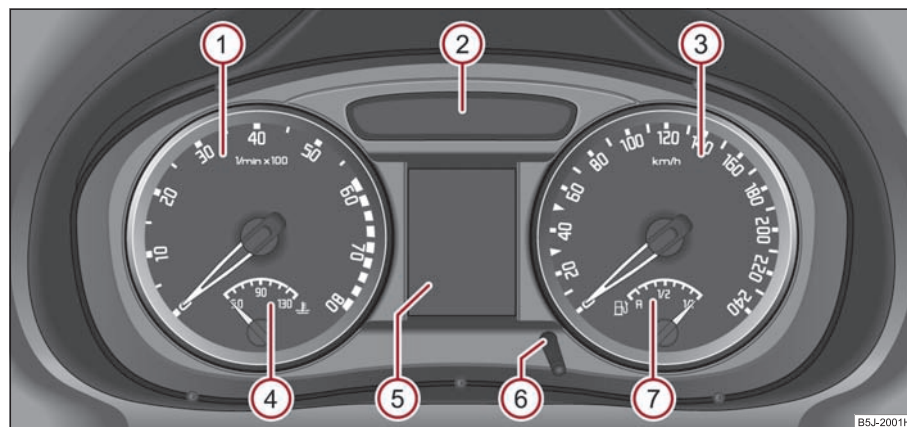
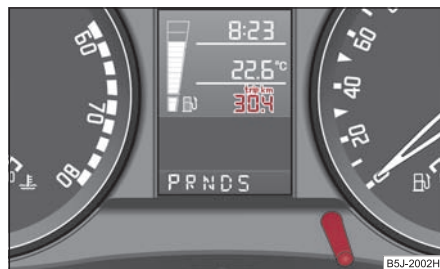

Fig. 18 Combiné d'instruments
Fig. 19 Ecran: Compteur pour le trajet parcouru
Le début de la zone rouge du compte-tours ① ⇒ fig. 18 indique pour tous les rapports le régime maximum autorisé pour un moteur rodé et à sa température de service. Avant d'atteindre cette zone, passez le rapport immédiatement supérieur ou mettez le levier sélecteur de la boîte de vitesses automatique sur la position **D**.
L'indicateur de température du liquide de refroidissement ④ ⇒ page 19, fig. 18 ne fonctionne que si le contact est mis.
La jauge de carburant ⑦ ⇒ page 19, fig. 18 ne fonctionne que si le contact est mis.
En appuyant brièvement sur le bouton de remise à zéro (6) ⇒ page 19, fig. 18 vous pouvez passer du compteur journalier sur le totalisateur de la distance parcourue. **Trip** apparaît sur le compteur journalier pour donner l'information sur le trajet parcouru afin que vous sachiez si c'est celui-ci ou le compteur kilométrique général qui vient de s'afficher sur l'écran ⇒ fig. 19.
Pour régler l'heure, un bouton de rappel est placé en dessous à gauche à côté du tachymètre → page 19, fig. 18.